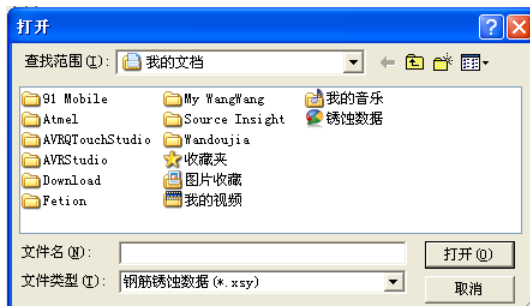

图 4-10 打开
- 1、打开：打开要处理或查看的构件文件。其操作窗口如图 4-10 所示。